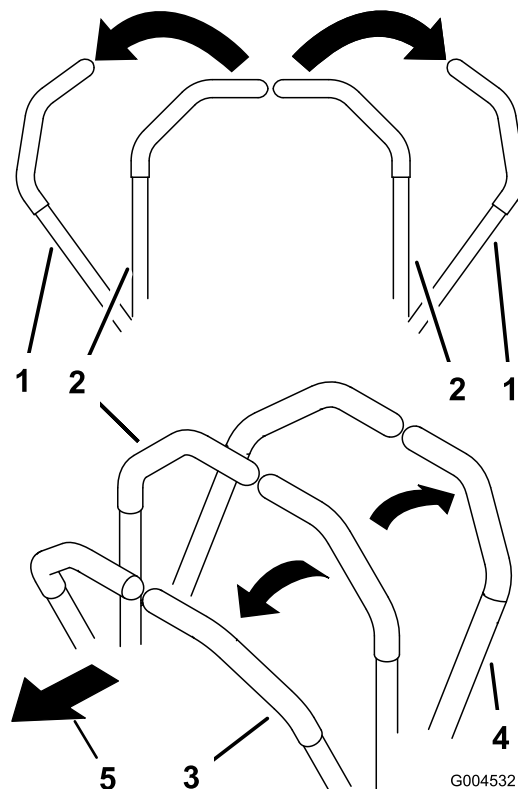

図 23
- 前方への直進走行両方のレバーをゆっくりと前に押す 図 23。
- 後方への直進走行両方のレバーをゆっくりと後に引く 図 23。
- 旋回両方のレバーを手前に引いて走行速度を落とし、曲りたい方向と反対側のレバーを押す (図 23)。